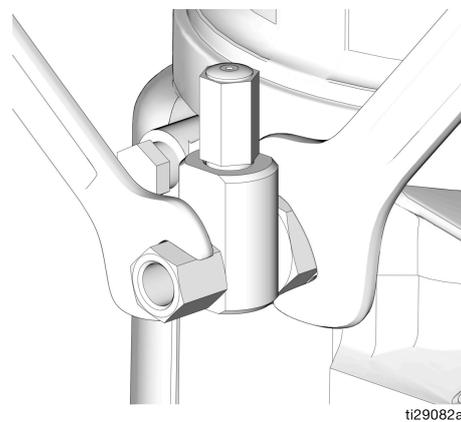

ABB. 17
1. Fitting des Pumpenelements lösen (ABB. 17).
3. Das Fitting des Pumpenelements mit zwei gekonkerten Maulschlüsseln anziehen (ABB. 17).